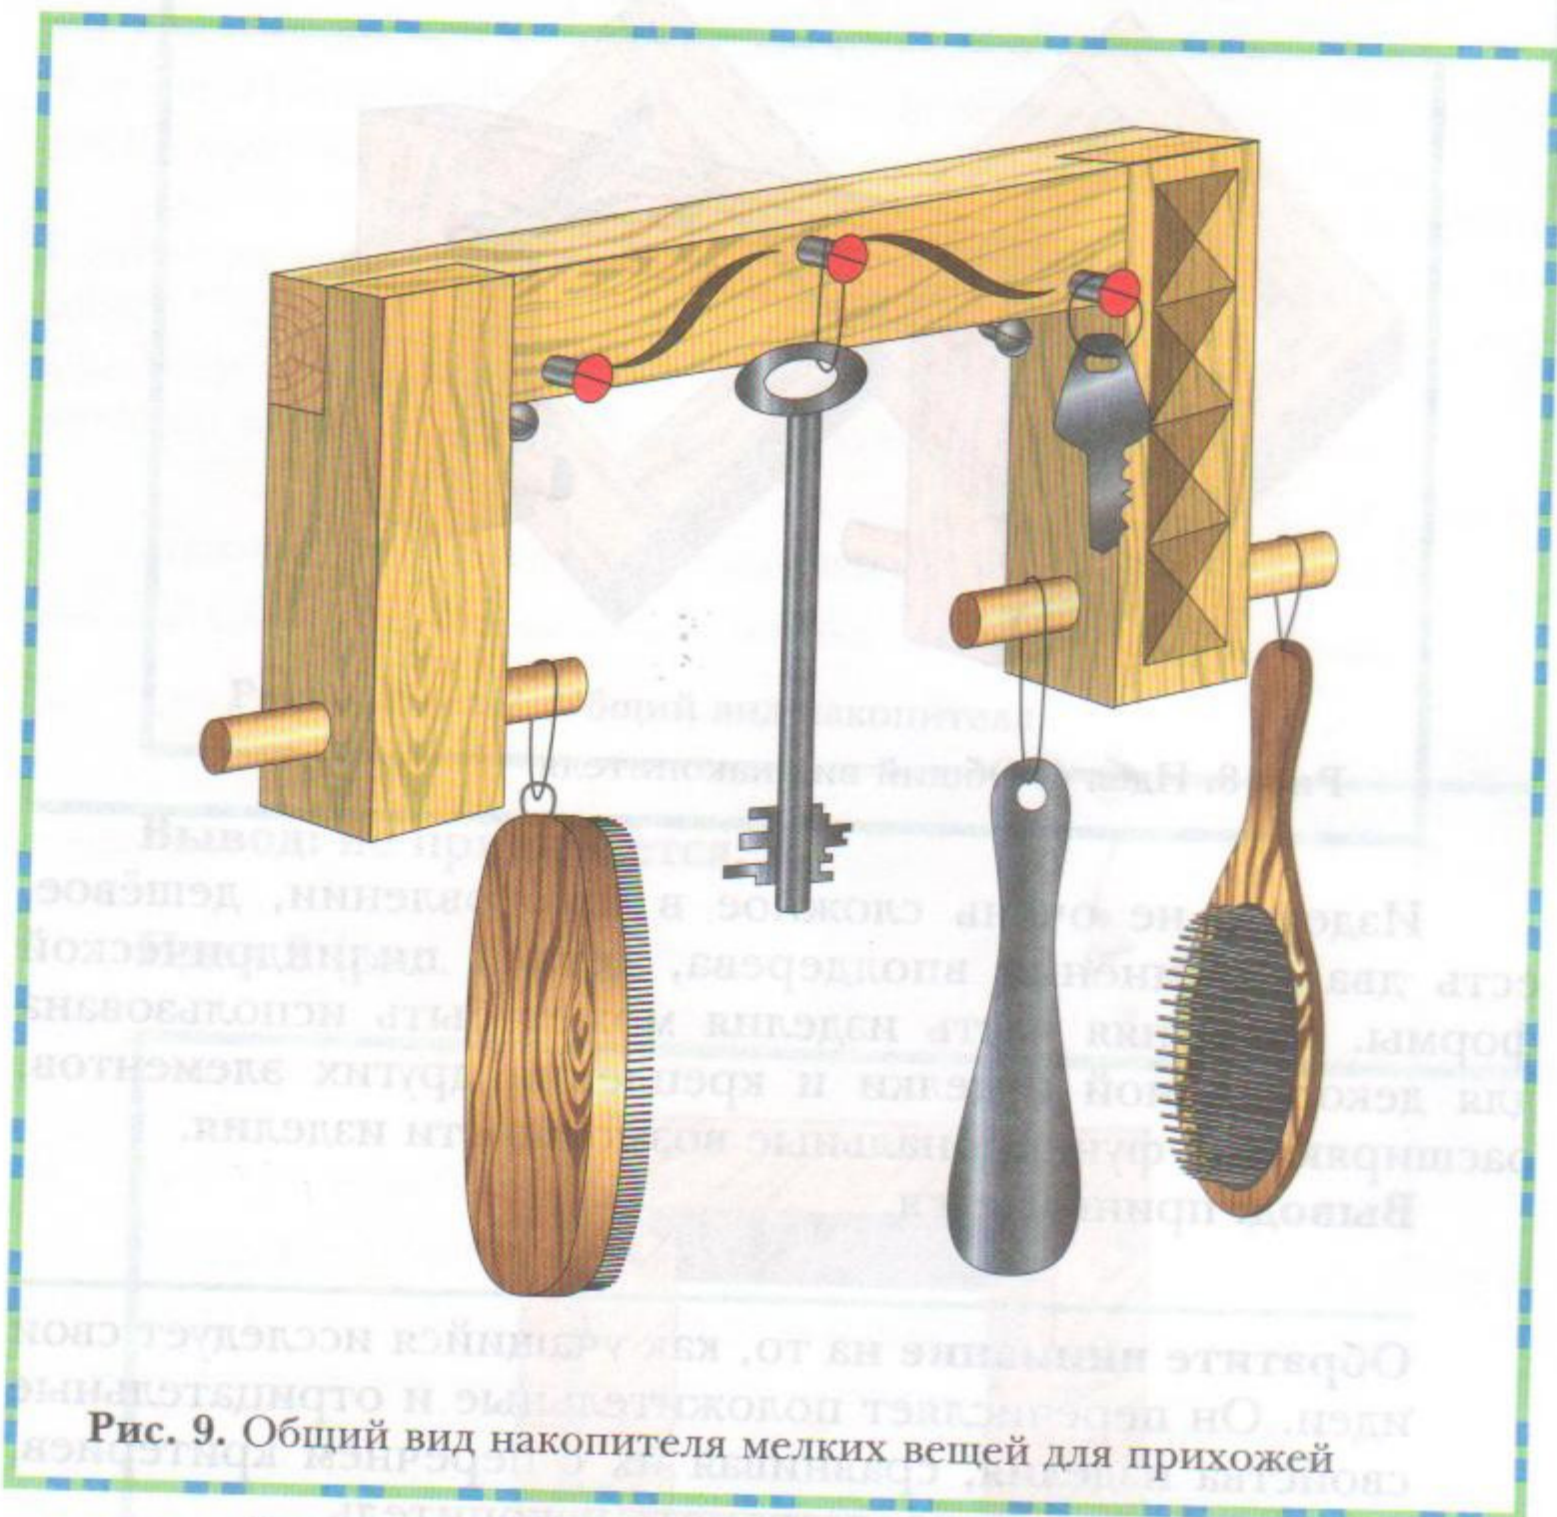

Рис. 9. Общий вид накопителя мелких вещей для прихожей
■ Разработка лучшей идеи с вариантами отделки (рис. 9, 10)